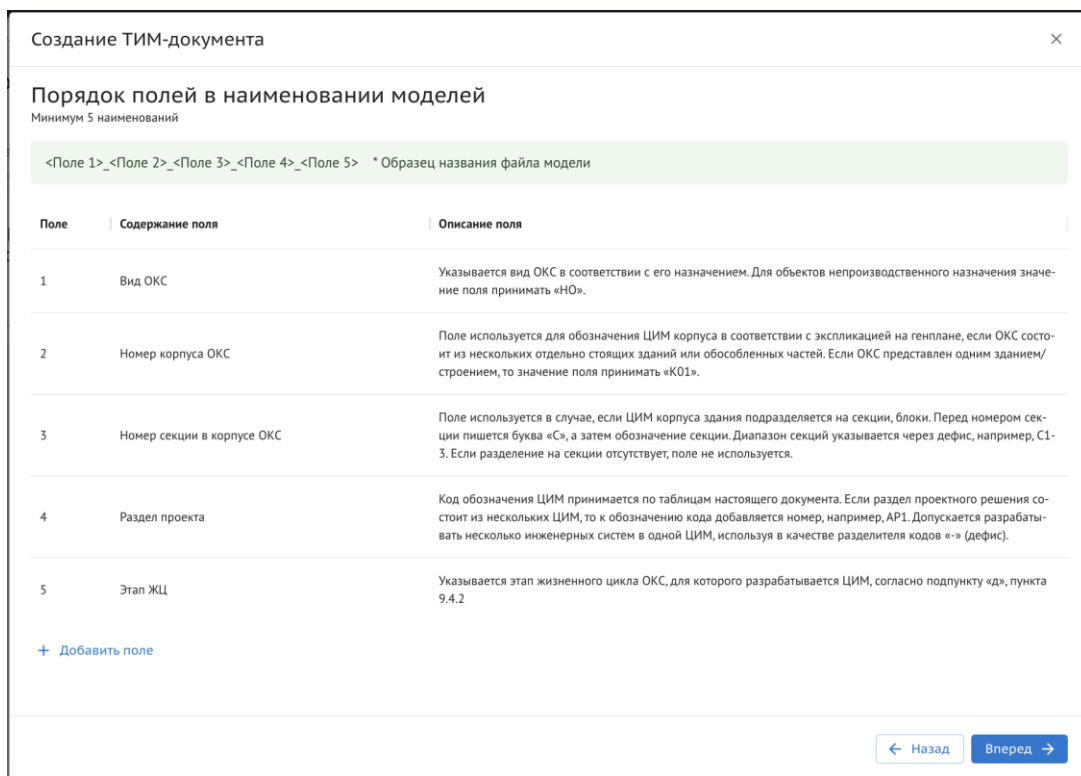

Рисунок 24. Порядок полей в наименовании моделей.
7) После выбора всех необходимых классов для разделов во вкладке “Порядок полей и наименований” есть возможность добавления нового поля, если в этом нет необходимости - нажать “Вперед” (Рисунок 24);